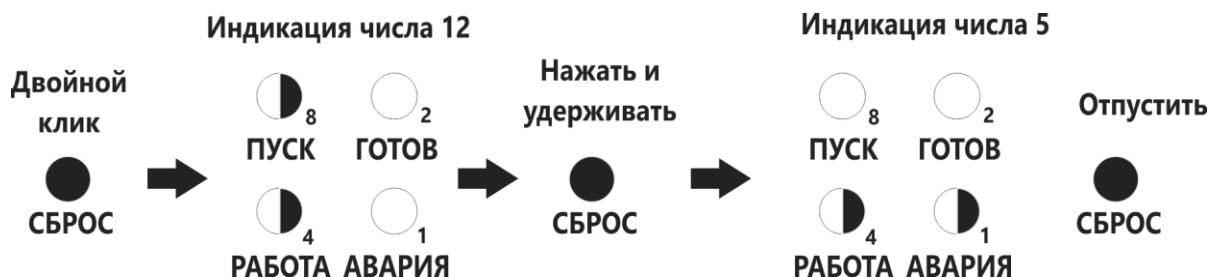

Рисунок 10 Пример индикации тока 125%
1.12.5 Последовательность действий (пример индикации тока 125%, см. рис.10):